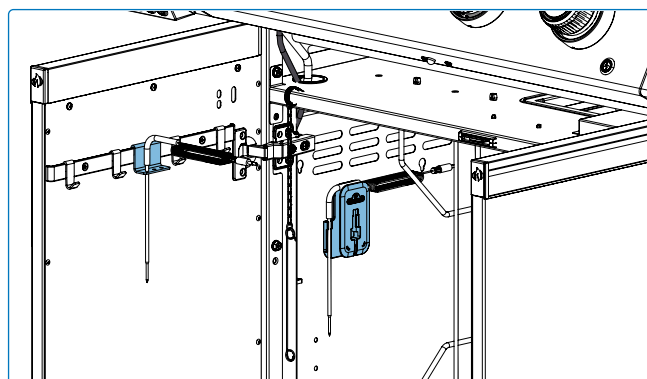

Fig 10
- Berg de rotisserieonderdelen op de daarvoor bestemde klemmen in het kastje van de wagen op. Zorg ervoor dat je het snoer van de rotisseriesmotor oprolt. Bevestig de spitstaaf aan de achterkant van de grill wanneer deze niet in gebruik is. Hierdoor blijven ze veilig, beschermd tegen weersinvloeden en gemakkelijk toegankelijk voor de volgende keer dat je gaat koken. Zorg er altijd voor dat de onderdelen schoon en droog zijn voordat je ze opbergt om corrosie te voorkomen (**Fig 10&11**).